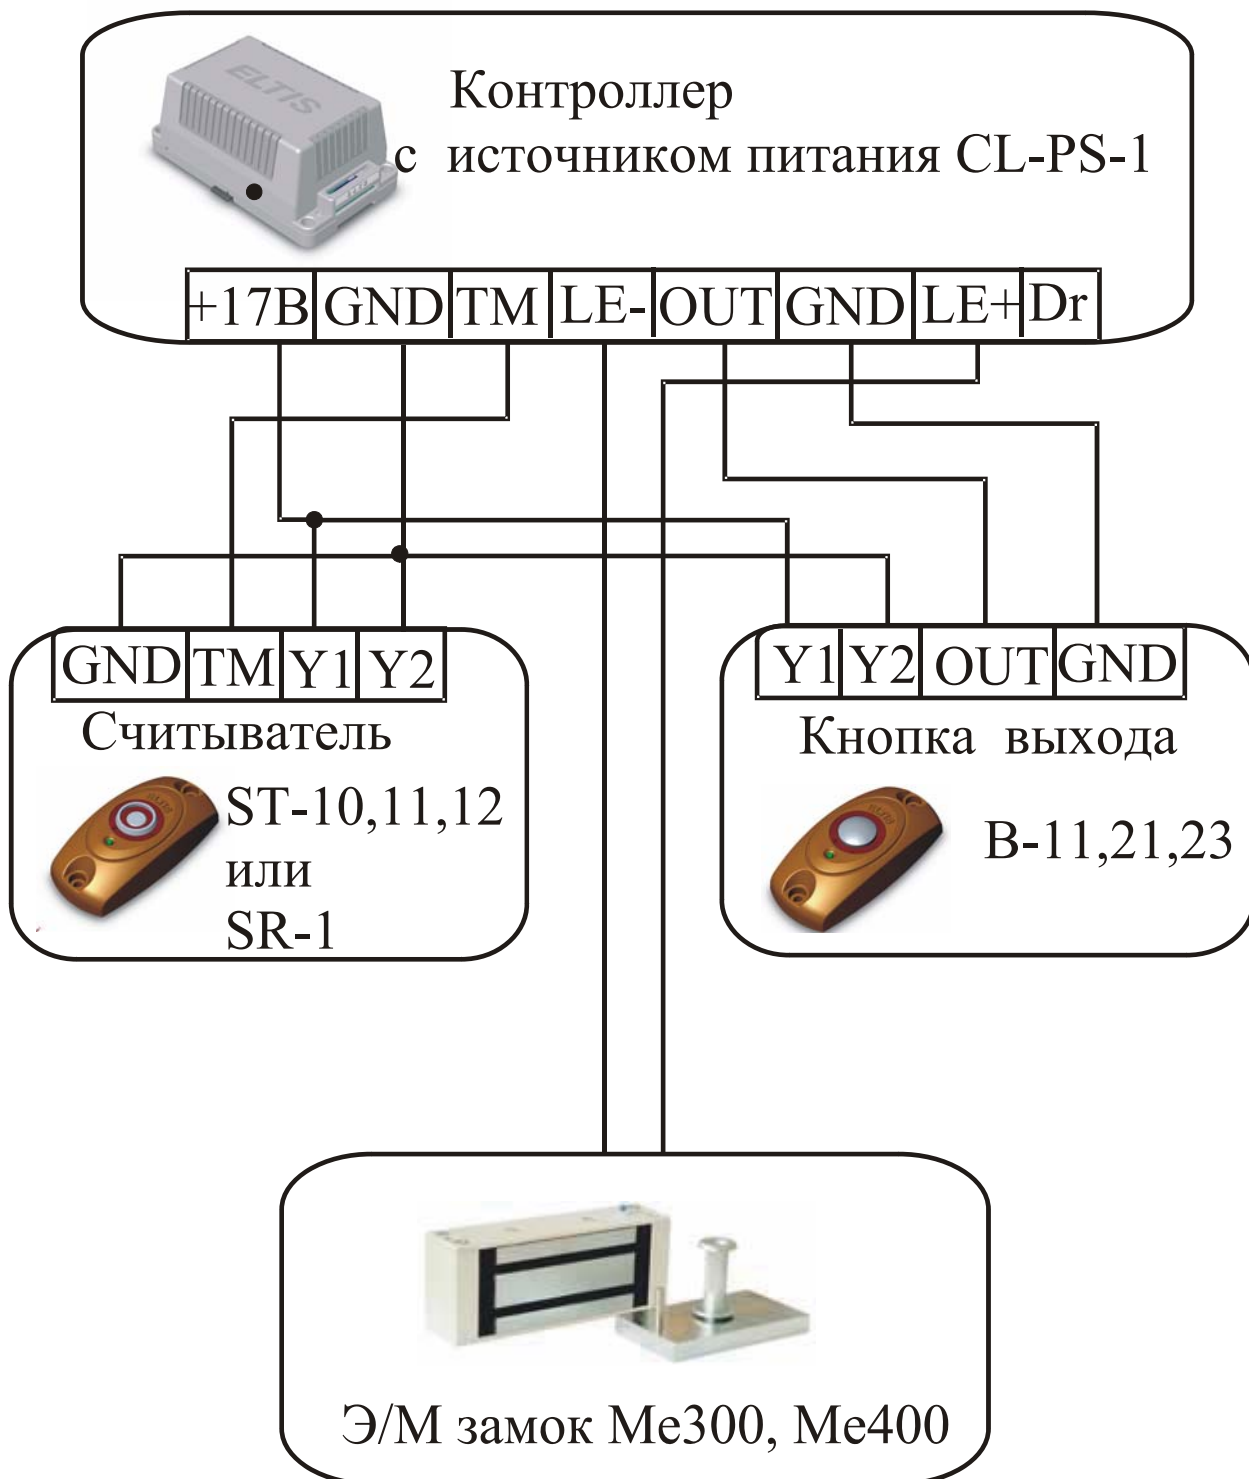

Рис.2 Схема подключения контроллера CL-PS-1
5.1 Схема подключения КИП CL-PS-1 приведена на рис.2.